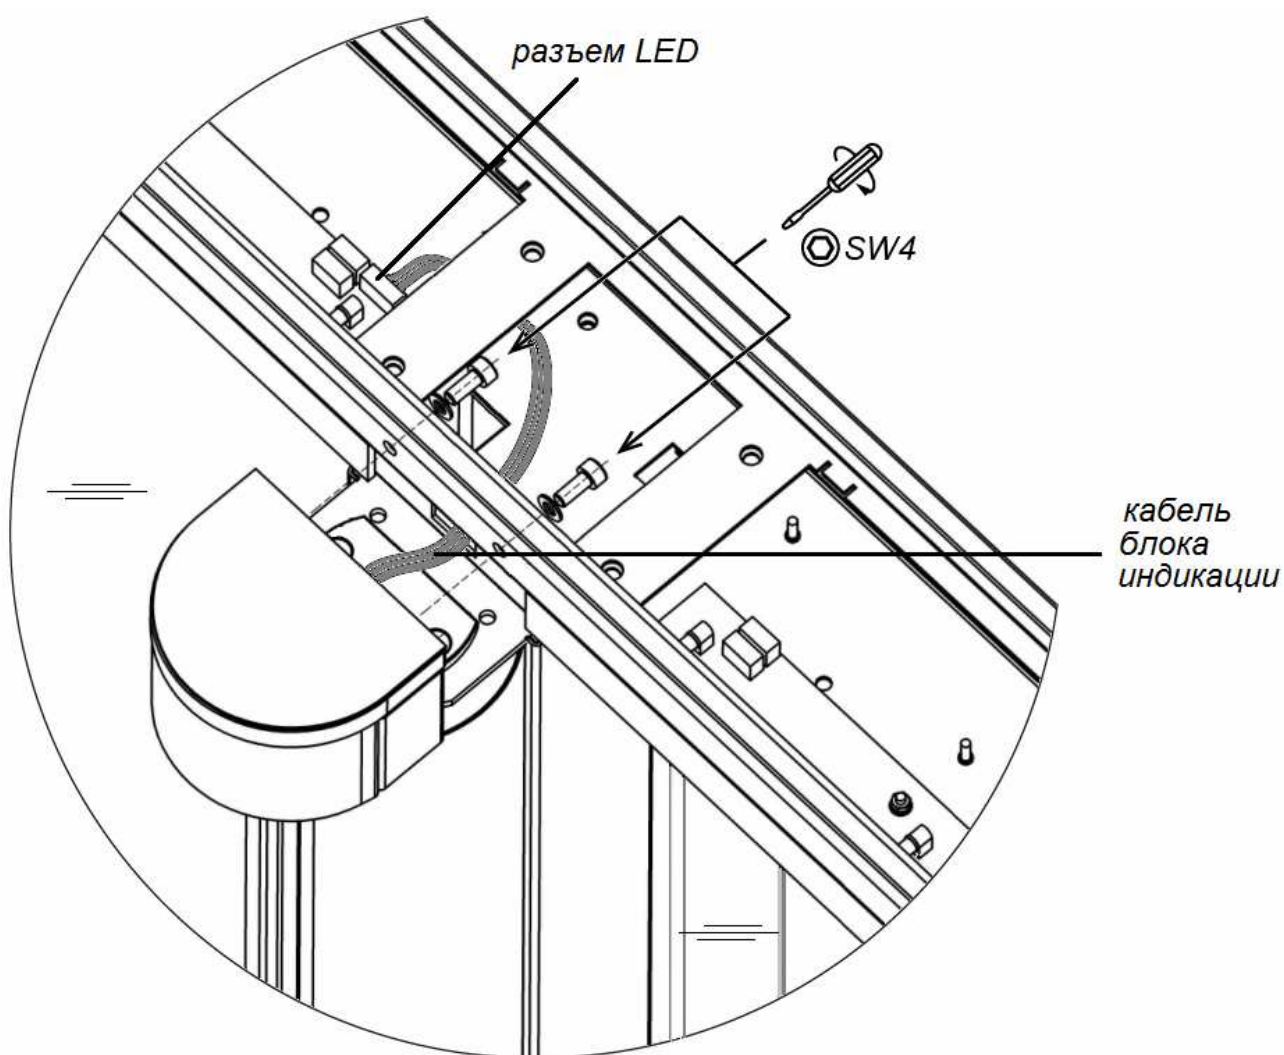

Рисунок 24. Монтаж блока индикации центральной стойки
- Установите блоки индикации центральных стоек (3) (см. рис. 24, разд. 8.8.6) (взять в комплекте принадлежностей).
Для установки блока индикации центральной стойки (3) (см. рис. 24):
3. Установите блок индикации на площадку, расположенную над поворотной опорой створки и при помощи шестигранного ключом SW4 зафиксируйте его на верхнем коробе стойки (12), используя два винта M5×12 с шайбами из комплекта поставки.